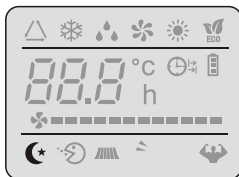

Рис. 16
- Оставьте расстояние между прибором и стеной или потолком, как показано на рисунке (Рис. 16).
- Оставьте расстояние между прибором и какими-либо объектами, как показано на рисунке (Рис. 16), чтобы обеспечить свободную циркуляцию воздуха.